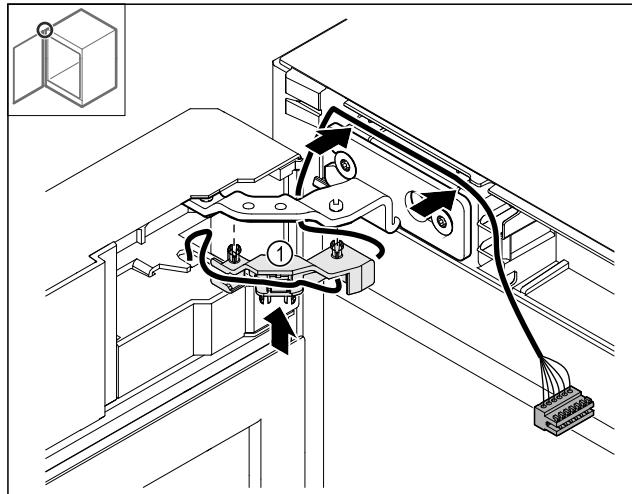

Fig. 48
- Натиснете държача на кабела Fig. 48 (1) в пантата.